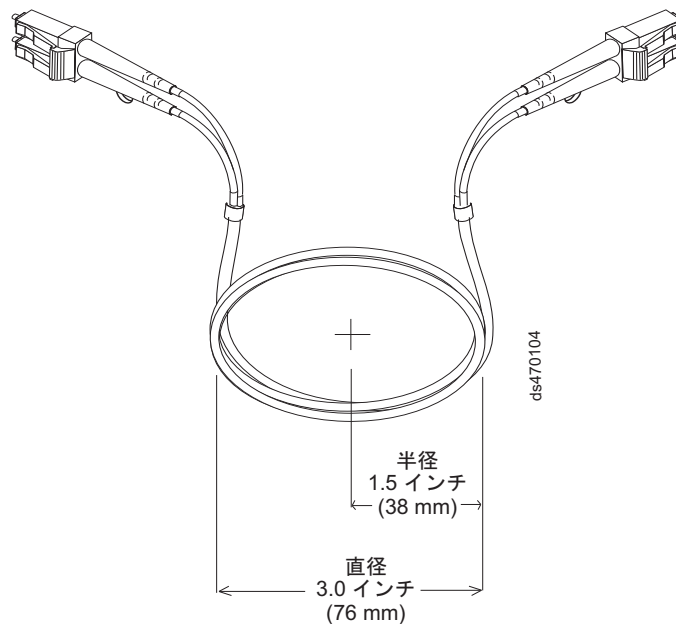

図 19. 光ファイバー・ケーブルの曲げおよびループに関するベスト・プラクティス仕様
- 余分な、または未使用の光ファイバー・ケーブルを保管するときは、ケーブルを直径 76 mm (3 インチ) 未満または半径 38 mm (1.5 インチ) 未満に曲げないでください。また、ケーブルを折り返さないでください。59 ページの図 19 を参照してください。